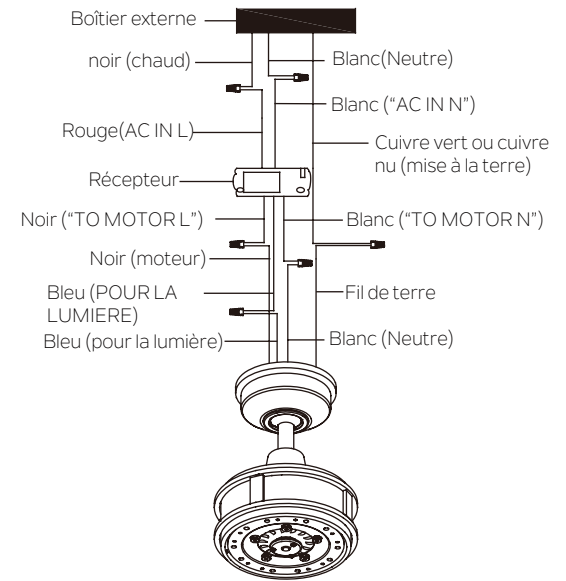

Fig. 16
Fixer toutes les connexions de fils à l'aide des connecteurs de fils en plastique fournis. (Fig.16)
Fixer les connexions de fils à l'aide des connecteurs de fils en plastique fournis. (Fig.16)
Étape 3. Connecter les fils VERTS de la boule de suspension et du support de montage à la TERRE (VERTE ou CUIVRE NUE) de la maison à l'aide des connecteurs en plastique fournis. Après avoir branché les fils, écartez-les de façon à ce que les fils vert et blanc soient d'un côté du boîtier externe et les fils bleus et noirs sont de l'autre côté. (Fig.16)